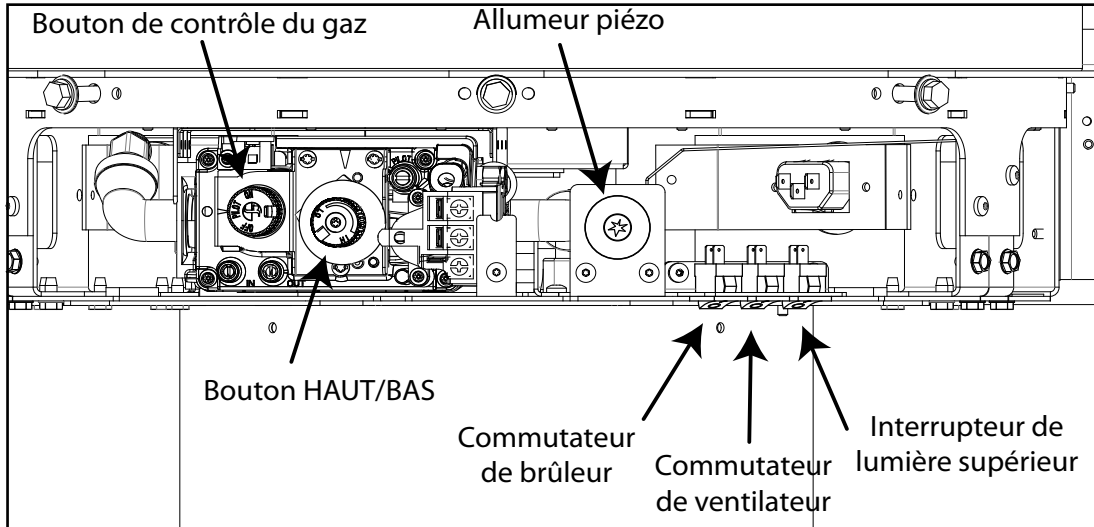
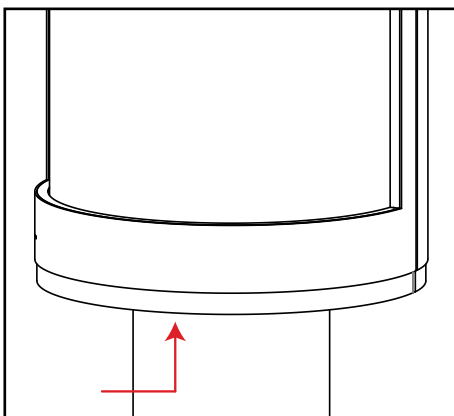
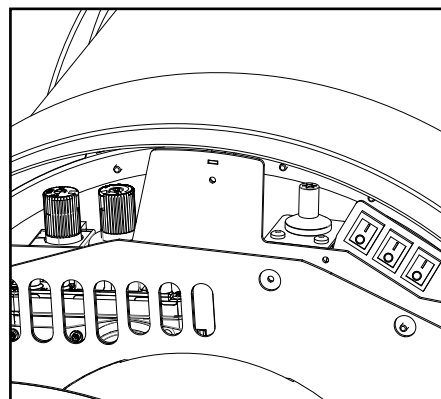

Figure 7: Contrôles du système
Figure 8: Emplacement des commandes
Figure 9: Emplacement des commandes (vue de dessous)
1. Fermez la source de gaz au foyer. **Si ça n'a pas été fait dernièrement, enlevez la vitre et laissez aérer l'appareil pendant au moins cinq (5) minutes afin de laisser dissiper tout le gaz restant.** Ouvrez la source de gaz au foyer.
2. Alignez « Pilot » sur le bouton de commande (Figure 7) avec l'indicateur horizontal et appuyez à fond sur le bouton tout en appuyant plusieurs fois sur l'allumeur piézo. Lorsque la flamme de la veilleuse s'allume, maintenez le bouton de commande enfoncé pendant environ 30 secondes, puis relâchez. Sur les modèles S50 équipés d'une valve 821, maintenez la commande know enfoncée jusqu'à ce qu'un « bip » audible se fasse entendre, puis relâchez. La flamme de la veilleuse doit rester allumée toute seule à ce stade.
Le robinet de gaz et les interrupteurs de commande sont situés derrière le cadre de la porte près du bord inférieur (voir la Figure 7). Les commandes sont accessibles en passant sous le cadre de la porte sans avoir besoin de l'enlever (voir la Figure 8 et la Figure 9).
3. Mettez l'interrupteur du brûleur sur ON s'il n'est pas déjà (voir la Figure 7).